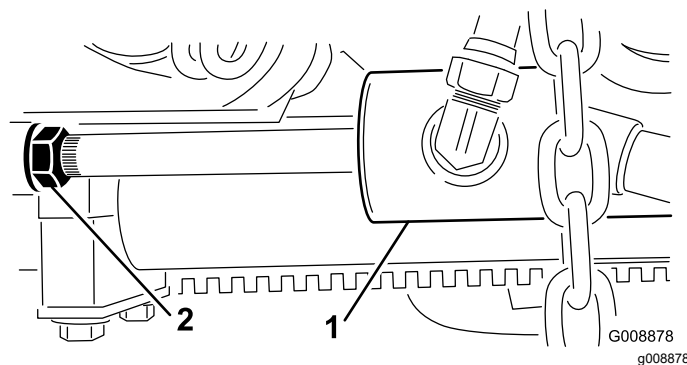

Рисунок 29
2. Ослабьте контргайку на штоке гидроцилиндра подъема (Рисунок 29).